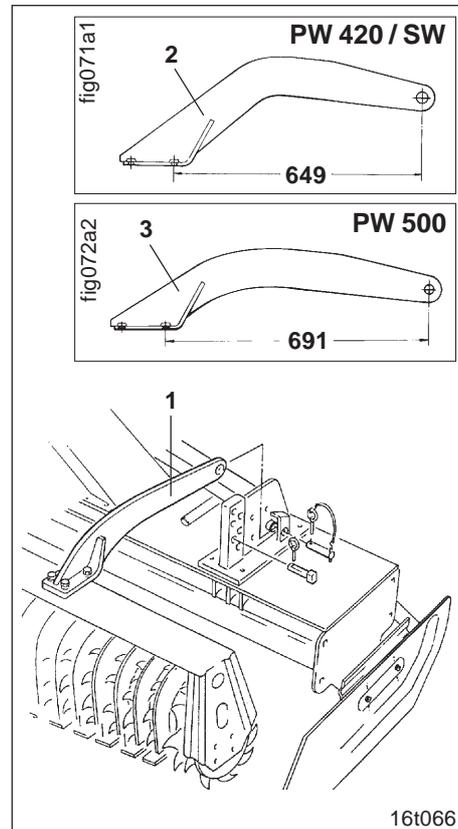

Fig. 7.1
Selon le type de machine, le rouleau est fixé à l'outil de préparation de sol à l'aide de 2 bras supports (fig. 7.1/1) à savoir :
- supports (fig. 7.1/2) pour rouleaux packers PW 420 et rouleaux de jauge SW
- supports (fig. 7.1/3) pour les rouleaux packers PW 500.